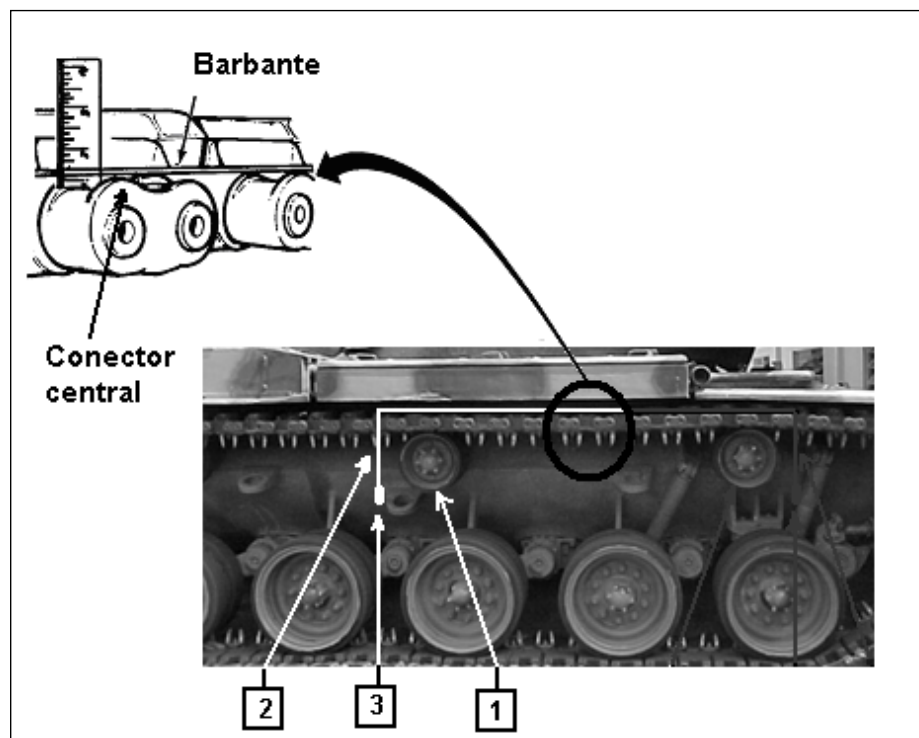

Fig 6-1. Ajuste mecânico da tensão da lagarta
a. Ajuste mecânico da tensão da lagarta (Fig 6-1 e 6-2)